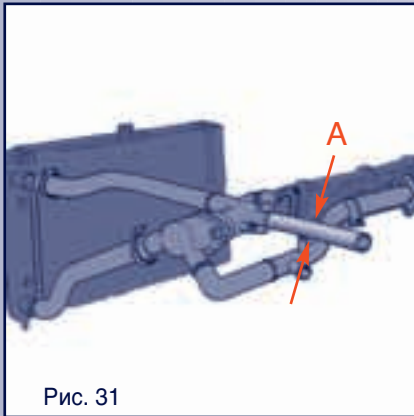
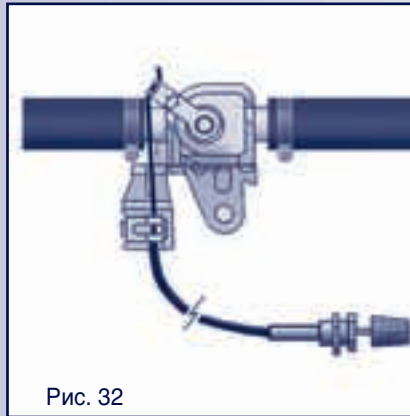

Рис. 31
Рис. 32
3. Разрезать подводящий шланг отопителя, как показано на рис. 31, поз. А (дет. 2110-8101200) и закрепить между получившимися концами шланга кран отопителя поз. 2 рис. 32 двумя хомутами (дет. 2108-1300080-10).
3. Извлечь контроллер САУО (дет.2110-8121020) и заглушку кнопки предусмотренную для выключателя управления кондиционером из панели приборов в салоне автомобиля (Рис.31).